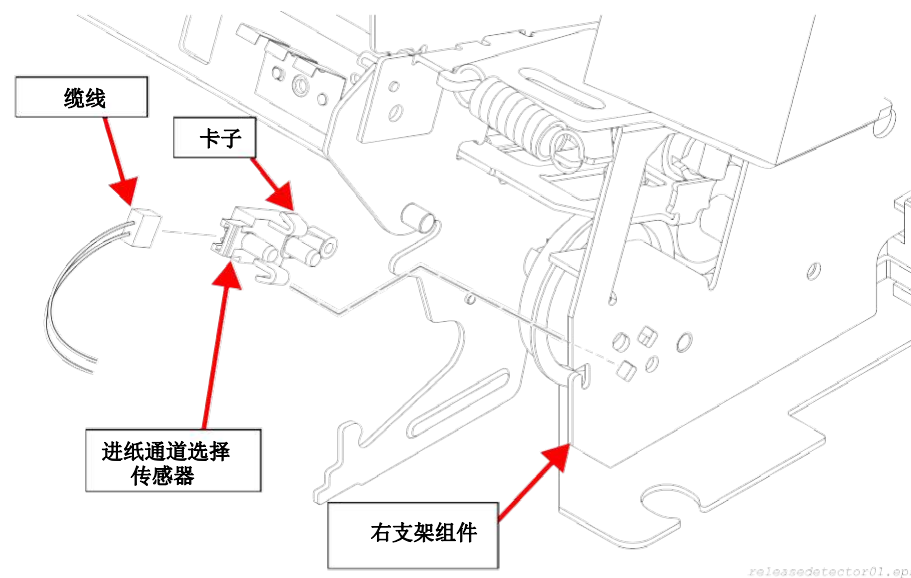

图 4-24. 进纸通道选择传感器的拆卸
2. 把用于将进纸通道选择传感器固定到右支架组件上的 2 个卡子松开，然后取出传感器。(参见图 4-24)